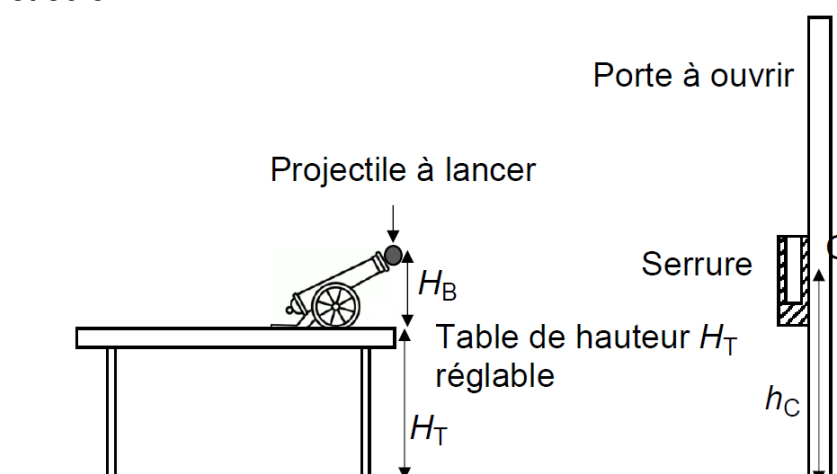

Figure 1 : Dessin d'ensemble (échelle non respectée)
Une mission récurrente consiste à déverrouiller la porte de sortie d'une salle. Dans cette partie, l'ouverture de la porte se réalise lorsqu'un projectile lancé par la réplique miniature d'un canon pénètre une serrure et en débloque le mécanisme. Pour cela, les joueurs doivent régler la hauteur H_T d'une table sur laquelle est posé le canon (figure 1). Cette hauteur peut varier entre 40 et 80 cm.
Dans le minéral isolé étudié, la teneur en rubidium 87 diminue au cours du temps et celle en strontium 87 augmente. Le strontium 86, qui n'est pas radioactif, reste stable et est utilisé comme isotope de référence. L'analyse de huit échantillons de la roche lunaire rapportée de la mission Apollo 17 a permis d'obtenir huit valeurs de rapports isotopiques. La figure 1 ci-après représente l'évolution du rapport $y = \frac{N(^{87}_{38}\text{Sr})}{N(^{86}_{38}\text{Sr})}$ en fonction du rapport $x = \frac{N(^{87}_{37}\text{Rb})}{N(^{86}_{38}\text{Sr})}$ pour ces huit échantillons.
Figure 1 : Évolution du rapport $y = \frac{N(^{87}_{38}\text{Sr})}{N(^{86}_{38}\text{Sr})}$ en fonction du rapport $x = \frac{N(^{87}_{37}\text{Rb})}{N(^{86}_{38}\text{Sr})}$
- l'équation de modélisation de l'évolution présentée sur la figure 1 :